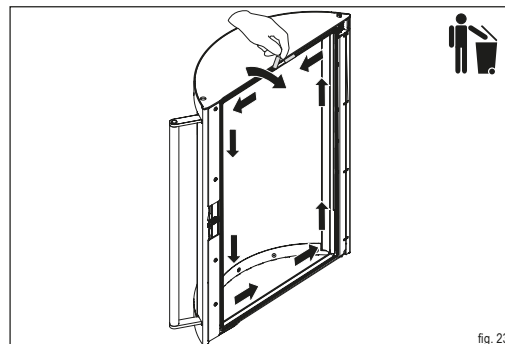

fig. 23
- ▶ Estrarre la vecchia guarnizione dalla guida tirandola da una delle estremità e smaltirla tra i rifiuti (fig. 23).